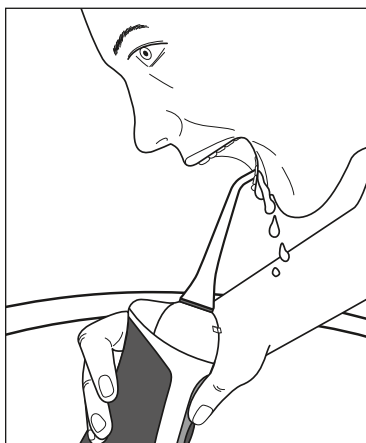

Fig. 1
- ▶ Veillez pendant l'utilisation à ne pas boucher avec vos doigts les ouvertures d'arrivée d'air ④ situées au dos du corps de l'hydropropulseur ⑤.
- ▶ Si vous tenez le corps de l'hydropropulseur ⑤ trop en biais pendant l'utilisation, de l'eau risque de s'écouler par les ouvertures d'arrivée d'air ④.
- ▶ Le corps de l'hydropropulseur ⑤ s'éteint automatiquement après environ 50 secondes (jet)/environ 60 secondes (normal)/environ 70 secondes (soft), même s'il y a encore de l'eau dans le réservoir à eau ⑥.
- 1) Remplissez le réservoir d'eau ⑥.
- 2) Insérez un embout ② sur le corps de l'hydropropulseur ⑤.
- 3) Appuyez sur la touche de sélection du niveau de puissance ⑩, pour régler le niveau de puissance souhaité.
- 4) Introduisez l'embout ② dans la bouche pour éviter les projections d'eau. Penchez-vous au-dessus du lavabo et maintenez le corps de l'hydropropulseur ⑤ le plus verticalement possible (voir fig. 1). Le buse ① de l'embout ② est dirigé vers les dents/espaces interdentaires.